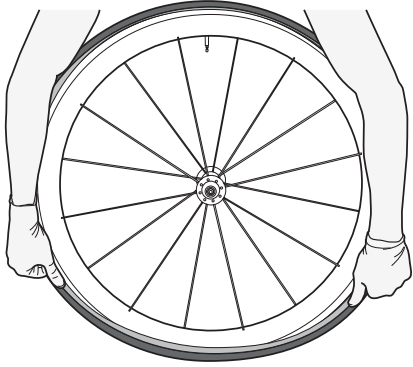

図 35.
7. リムに載っていないタイヤが残り数インチとなるまで、この作業を続けます (図35)。